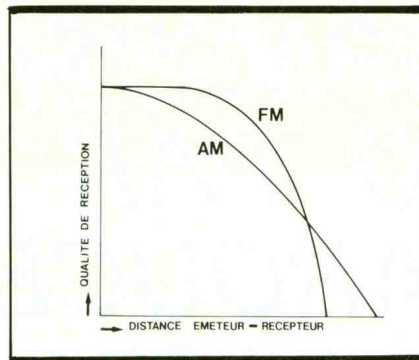

Fig. 1 La modulation de fréquence n'est supérieure à celle d'amplitude que si on fait abstraction de ce qui se passe à la limite d'intelligibilité.
Cependant, cette amélioration n'est pas inconditionnelle. En effet, si les modulations d'amplitude (AM) et de fréquence (FM) coexistent, en matière de radiodiffusion, c'est que chacune a ses avantages. La **figure 1** illustre une comparaison (nécessairement subjective, donc approximative) entre les deux procédés. Alors que la qualité de l'AM décroît à peu près régulièrement avec la distance entre émetteur et récepteur, la FM présente, toutes choses égales par ailleurs, un palier de qualité exprimant une nette supériorité aux distances faibles et moyennes. Au-delà de ce palier, la qualité de la FM décroît rapidement, et il existe même une plage extrême, sur laquelle la modulation d'amplitude est encore intelligible (avec quelque peine), alors que la modulation de fréquence ne l'est plus.
Lors de conditions de réception correspondant à l'intersection des courbes AM et FM de la **figure 1**, la puissance du bruit de perturbation est la même, dans les deux cas. Il en est dif-